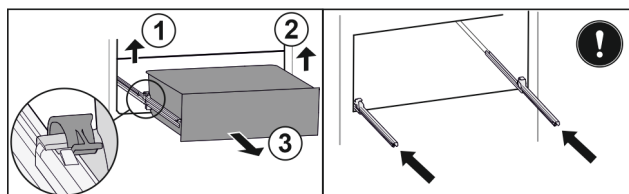

Fig. 110
- ▶ Podignite lijevu stezaljku i istovremeno izvucite ladicu lijevo prema naprijed. Fig. 110 (1)
- ▶ Podignite desnu stezaljku i istovremeno izvucite ladicu desno prema naprijed. *Fig. 110 (2)*
- ▶ Izvadite ladicu prema naprijed. *Fig. 110 (3)*